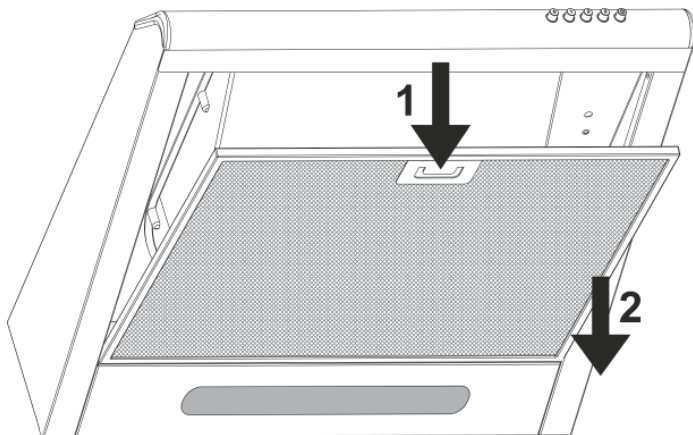

Рис. 8
Для зняття алюмінієвого фільтра (рис.8) слід натиснути на пружинну **засувку 1** на фільтрі і **потягнувши на себе вниз 2**, зняти його. Установка фільтра виконується у зворотному порядку.
- зняти алюмінієвий фільтр **1** (рис.8), формат фільтрів показано на (рис.10);